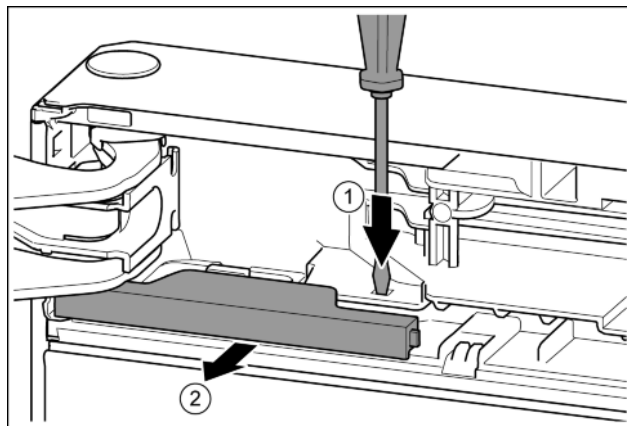

Fig. 10
- Нажать накладку шлицевой отвёрткой. Fig. 10 (1)
- Вынуть крышку из зацепления. Fig. 10 (2)